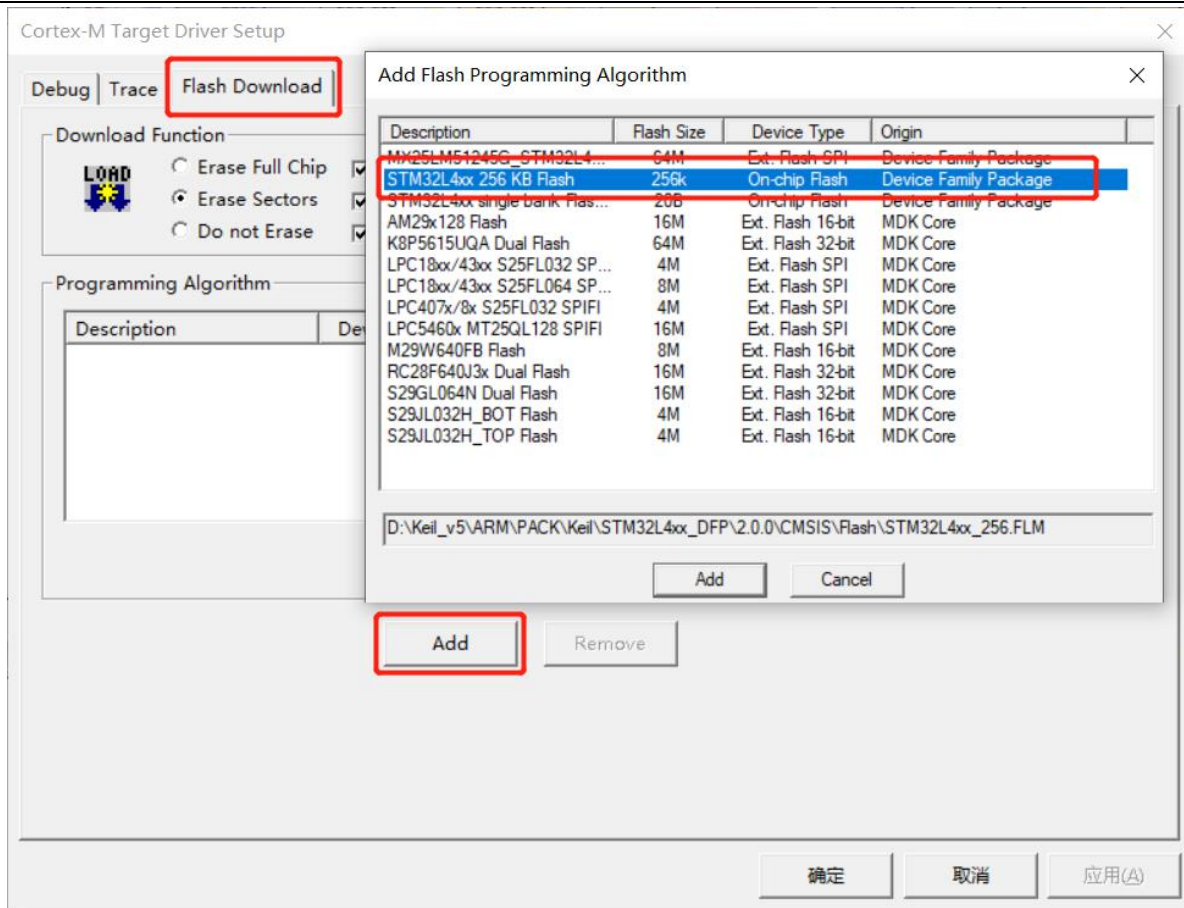

图 3-7 选择 Flash 算法
5. 在上一步设置完成之后单击顶部选项栏中的“Flash Download”按钮，进入 Flash 算法设置界面，如图 3-7 所示。这里 MDK5 会根据新建工程时选择的目標器件，自动设置 Flash 算法。小熊派开发板使用的单片机为 STM32L431RCT6，Flash 容量为 256K 字节，所以 Programming Algorithm 里面默认会有 STM32L4xx 256KB Flash 算法。另外，如果这里没有 Flash 算法，可以单击“Add”按钮打开 Flash 算法选择对话框，在此对话框中选择“STM32L4xx 256 KB Flash”算法并单击“Add”按钮完成算法添加。最后，选中 Reset and Run 选项，以实现在编程后自动运行，其他默认设置即可。设置完成之后单击“应用”按钮保存设置。